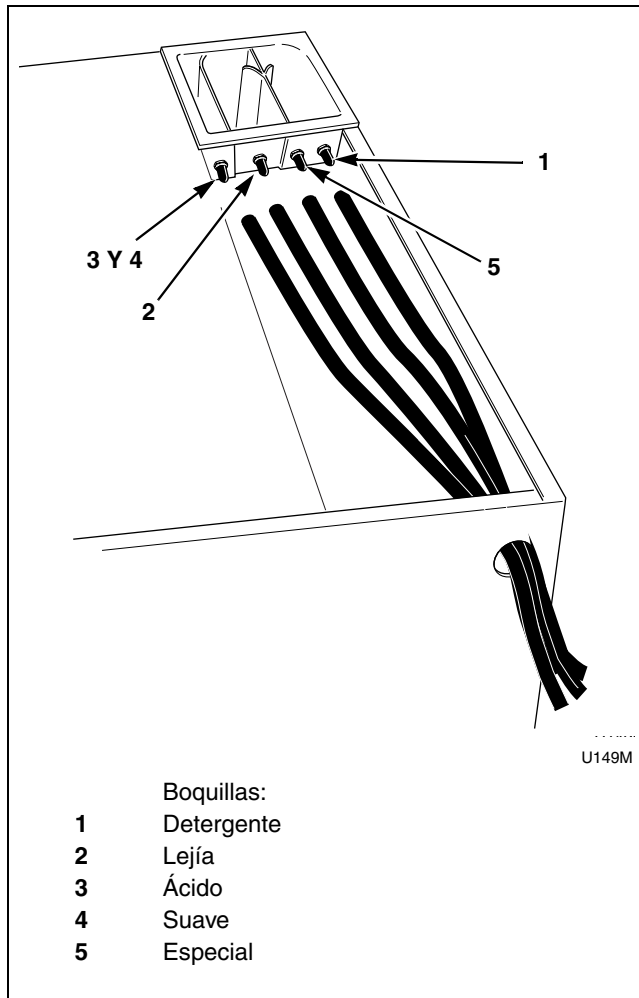

Figura 32
3. Ubique las 4 boquillas con tapa en el distribuidor de suministro líquido y quite las tapas. Consulte la *Figura 32*.